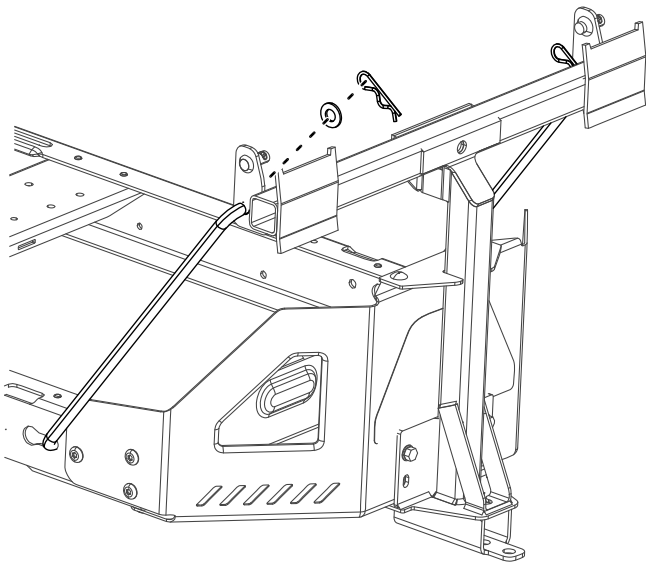

Figure 8
- Placez l'extrémité évasée et coudée d'une tige dans le trou à détrompeur sur le côté gauche du cadre de la machine, et déplacez la tige vers l'arrière pour l'enclencher dans le cadre (Figure 8).
- Insérez les extrémités coudées des tiges dans le support de fixation d'accessoire, comme montré à la Figure 8, et fixez-les avec une rondelle et une goupille fendue.
2. Montez les supports de pivot sur le cadre pivotant (Figure 8).